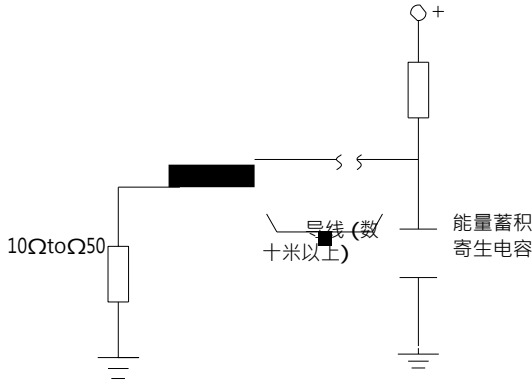

图 5
1.2.8 使用长导线时的注意点 在继电器触点电路中，使用数十米以上的长导线时，由于导线内有寄生电容量存在，会产生冲击电流，请在触点电路上串联电阻（约 $10\Omega\sim50\Omega$ ），如图 5。